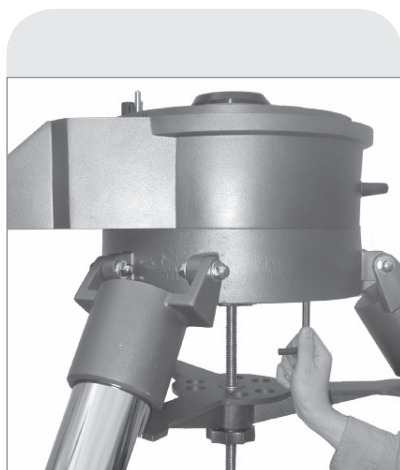

Fig. 48 : fixez l'embase au trépied.
- Placez l'embase de 16" sur le sommet du trépied, panneau d'alimentation face au Sud. Pour bloquer l'embase en place, vissez-y les trois boulons longs 1/2"-13x1-1/2" à travers le sommet du trépied. Utilisez la clef à six pans fournie et serrez fermement (Fig. 48).